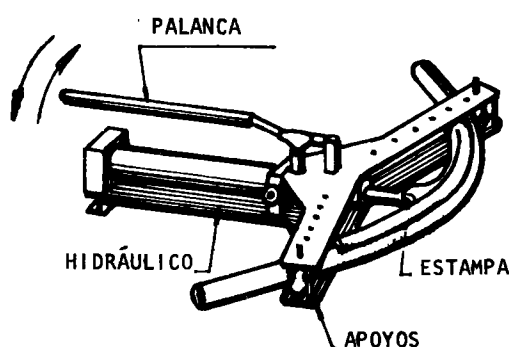

**Fig. 2**
- ☐ **a** Coloque el tubo haciendo coincidir la marca hecha en el medio del sector a curvar con el eje de la estampa (fig. 2).